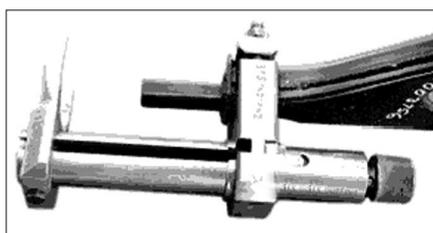

FIG. 21
- mettre en place l'outil de positionnement sur le triangle (Fig.21).